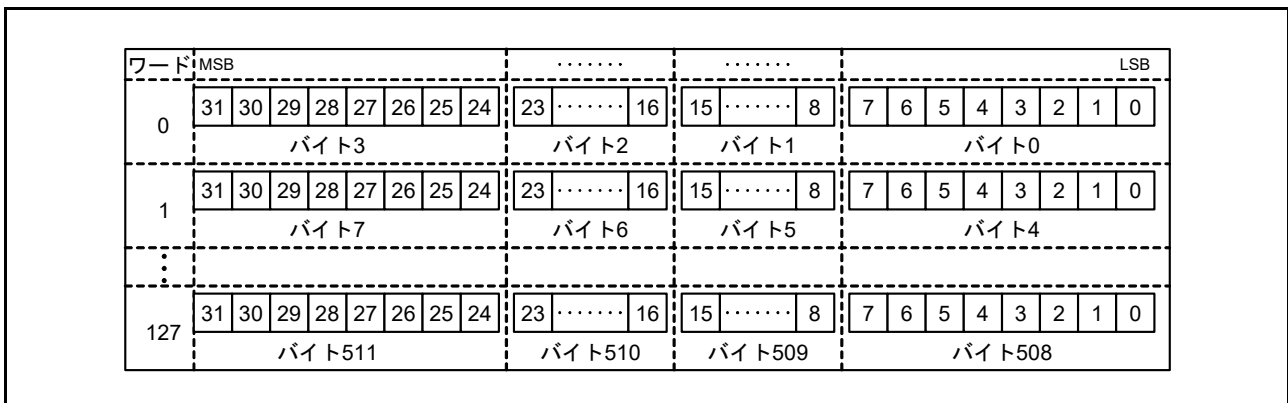

図 41.5 SD\_BUF 格納データ
3. SD\_BUF に格納されたデータが SD\_BUF0 から読み出される (図 41.5 を参照)。